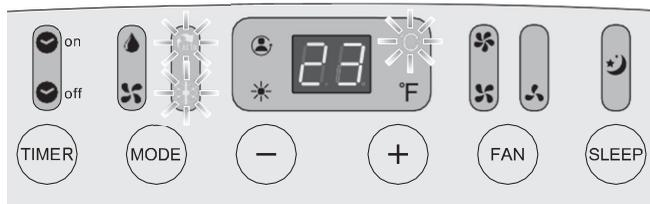

Bild 22: Exemplarische Einstellung im Automatikbetrieb. Das Symbol der aktuellen Betriebsart leuchtet ebenfalls.
4. Drücken Sie die Taste „Betriebsart“ so oft, bis im Symbol „Betriebsart“ die runden Pfeile leuchten (siehe Bild 22).